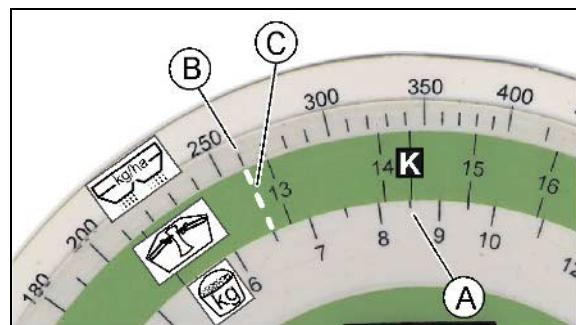

図 73
7. 収容した肥料量 (8.5 kg) 用に上側の目盛り (図 73/1) で数値 (A) を、希望する散布量 (260 kg/ha) 用に中央の目盛り (図 73/2) で数値 (B) を探してください。
8. 点 A と B の間に直線 (図 73/4) を引き ます。
9. この直線を延長すると、必要なシャ ッター位置用に下側の目盛り (図 73/3) で 数値 (C) を指します (ここでは 12.8)。